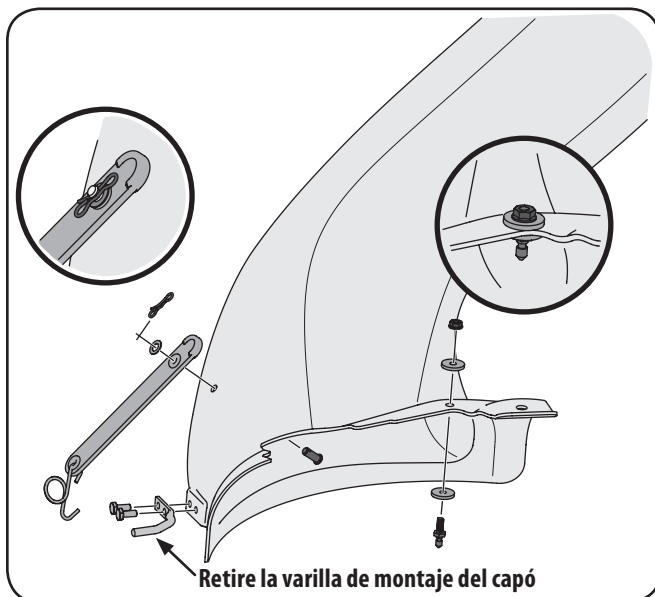

Figura 4-21
Nota: En plataformas con ruedas delanteras, la varilla de montaje del capó debe extraerse para poder instalar este codo del canal de descarga sobre el tractor. Consulte la Figura 4-21.
2. Instale el pasador de montaje de la plataforma (711-05049) dentro del codo del canal con dos arandelas planas (936-0176) del paquete de elementos de ferretería 689-00318A y fíjelo con una tuerca de seguridad con brida (912-3027), como se ve en Figura 4-21.